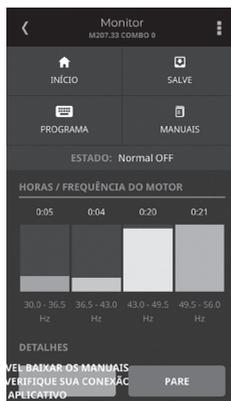

Figura 21 - Tela menu *MONITOR*
12. Após o procedimento anterior, o aplicativo retornará ao menu *MONITOR*. Caso você queira acionar o sistema, pressione a tecla *INICIAR*, conforme Figura 21.